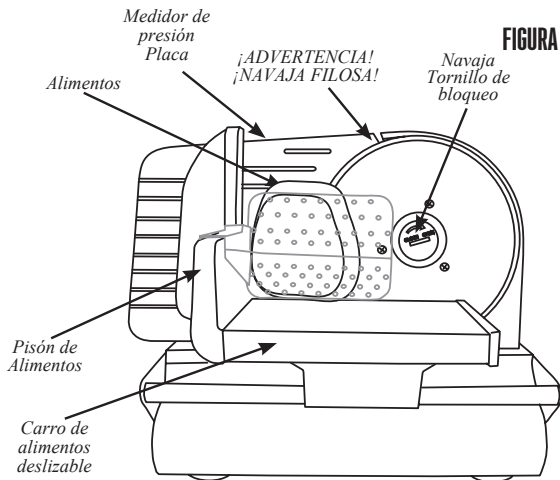

FIGURA 2
4. Coloque los alimentos sobre el carro de alimentos deslizable entre la placa medidora y el pisón de alimentos. Para evitar daños o lesiones, siempre utilice el carro de alimentos y el pisón de alimentos mientras rebana (**FIGURA 2**).